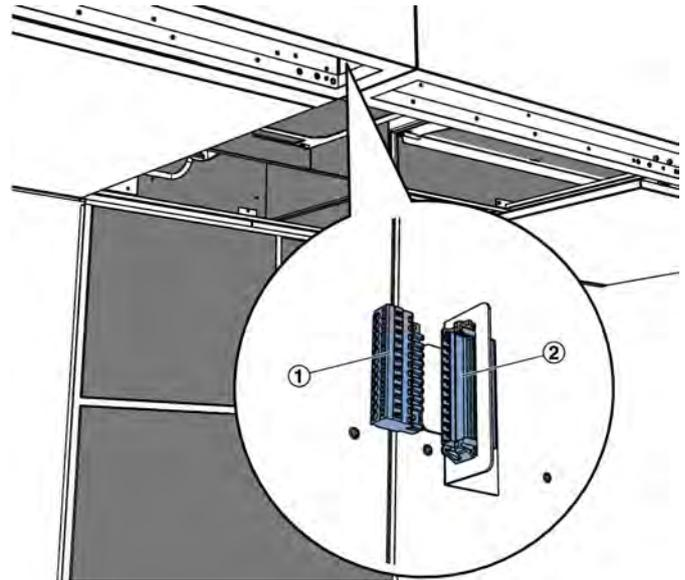

Abb. 23: Elektrische Verbindung herstellen
21. ▶ In den Luftauslässen den Stecker (Abb. 23 /1) in Buchse (Abb. 23 /2) einstecken